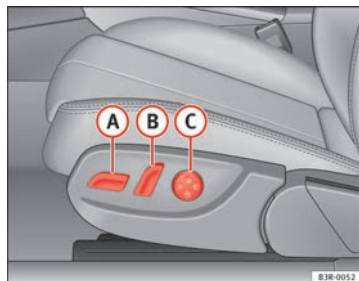
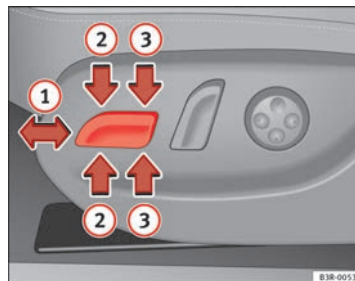

Fig. 106 Asiento delantero: Mandos para el ajuste
Fig. 107 Asiento delantero: Mandos para el ajuste de los asientos
- Desplace el mando (A) ⇒ fig. 106 hacia adelante o hacia atrás (1) ⇒ fig. 107 ⇒ ⚠.